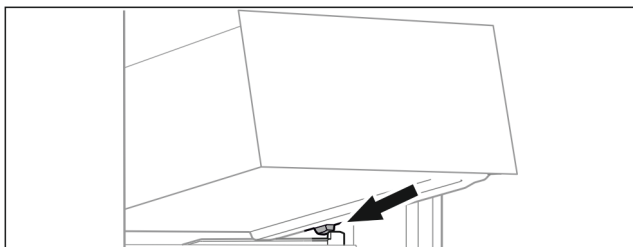

Fig. 15
- ▶ Поставете чекмеджето под ъгъл зад ограничителите върху реброто на съда Fig. 15 ().